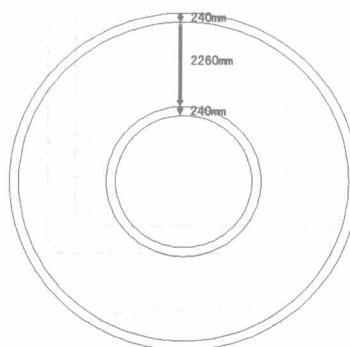

图 2-3 偏移线段
③ 使用“偏移”工具，将新绘制的圆形向内侧偏移 3 次，分别偏移 240 mm、2260 mm、240 mm，如图 2-3 所示。